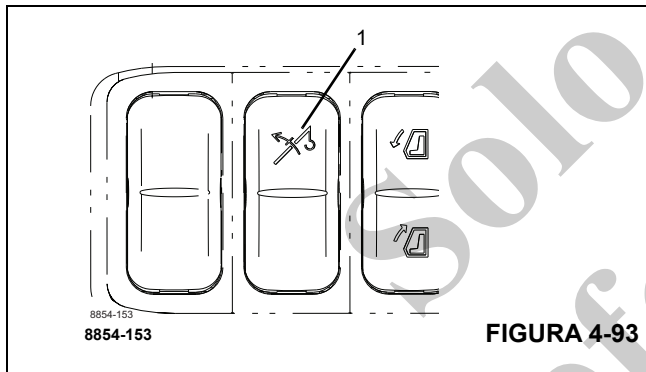

FIGURA 4-93
- Libere el interruptor (1), (Figura 4-93).